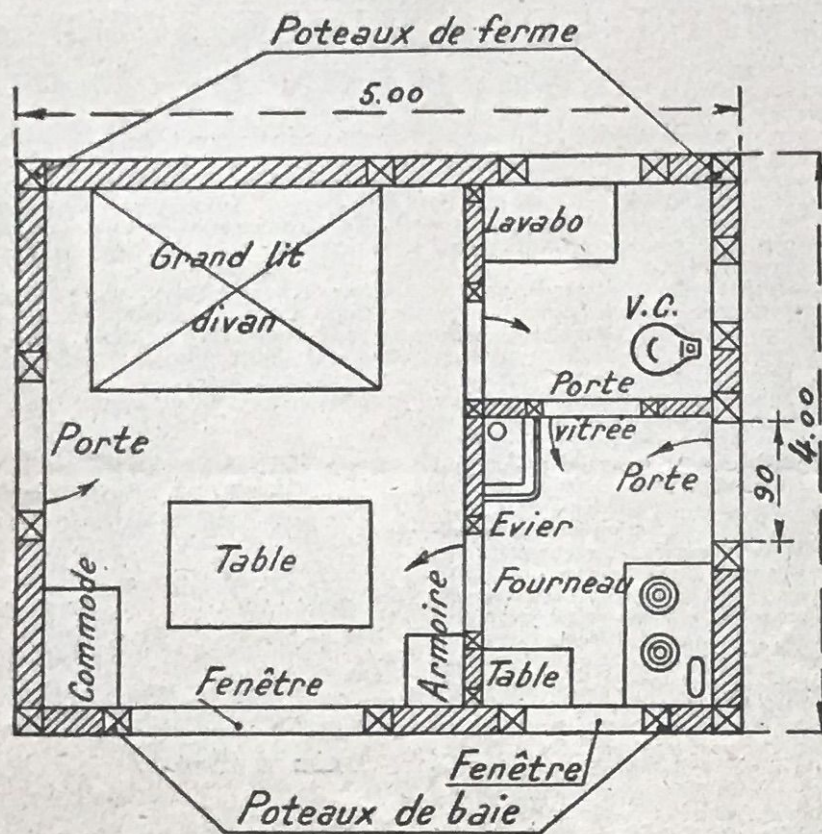
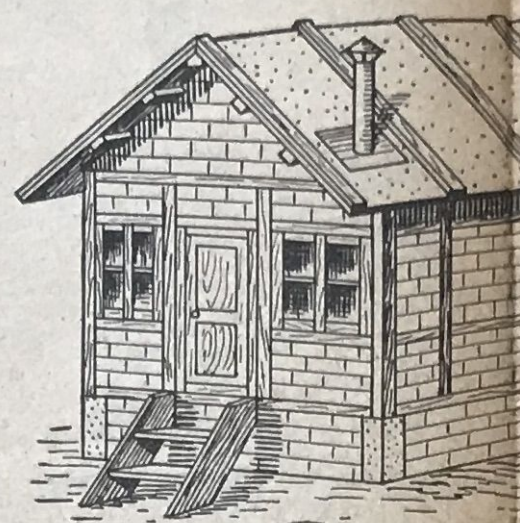

Fig. 1
Fig. 3
Fig. 1. Plan schématique d'installation. — Fig. 3. Pavillon terminé. — 4. Schéma du sous-sol. — 5. Série. — 6. L'enduit du plafond est maintenu par (thode). — 8. Disposition des solives. — 9. So. 10. Montage de la cloison intérieure et détails. — en bois ; (D) poteau d'angle sur pierre avec goujons. 13. Mur de soubassement.
2. Plan coté. — Fig. 3. Aspect du